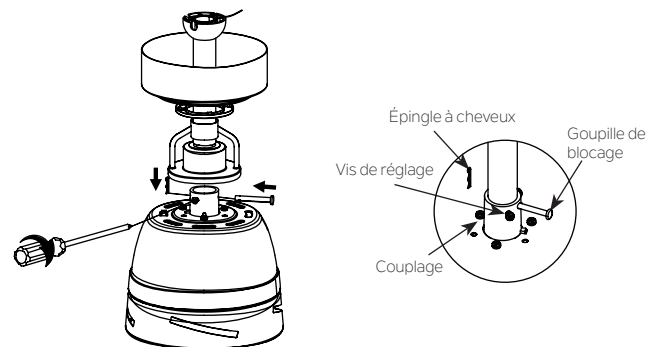

Fig. 11
Étape 6. Faites passer l'axe de la chape à travers la tige descendante et l'accouplement se trouvant sur l'ensemble du moteur, et fixez-le avec la goupille à cheveux. Serrez les vis de fixation de l'accouplement. Vis de réglage. (Fig. 11)